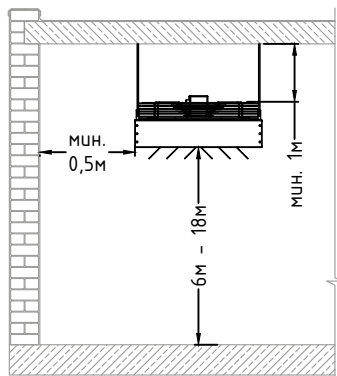

Рис. 3. Рекомендуемые расстояния при монтаже монтаже 3-го и 4-го типоразмера
- Соблюдайте рекомендуемые высоты монтажа устройств для обеспечения равномерного распределения воздуха по высоте помещения. Рекомендуемые высоты монтажа приведены на Рис. 3 и 4.
Дестратификаторы устанавливаются на горизонтальных поверхностях. Аппарат оснащен монтажными креплениями для установки на шпильки. Во время установки необходимо соблюдать рекомендуемые расстояния до ближайших конструкций (Рис. 2 и Рис. 3).